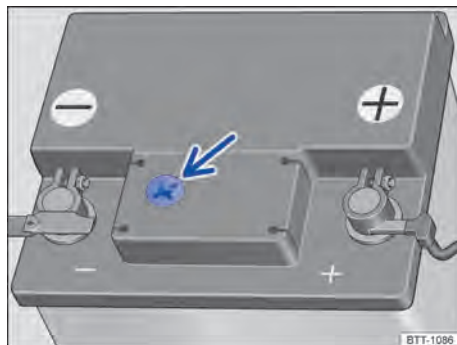

Fig. 213 Regard de batterie situé sur la face supérieure de la batterie 12 V (schéma de principe)
- ◀ Veillez à un éclairage suffisant pour vous permettre de distinguer clairement la couleur dans le regard circulaire situé sur la face supérieure de la batterie 12 V → fig. 213.